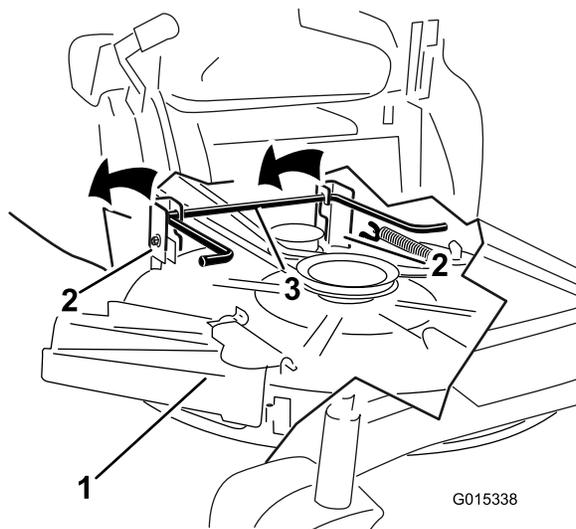

Bild 56
5. Heben Sie das Mähwerk und die Hängeprofile über die hintere Hubstange und senken Sie das Mähwerk vorsichtig auf den Boden ab (Bild 56).
5. Heben Sie das Heck des Mähwerks an und führen Sie die Hängeprofile über die hintere Hubstange (Bild 56).